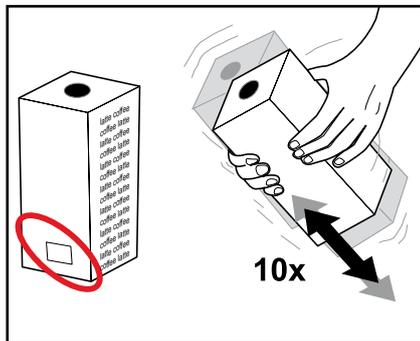

Fig. 18
Leia as indicações impressas no pacote de produto. Não use pacotes de produto danificados. Não use um pacote de produto com a data de validade vencida. (Fig. 18)
3. Agite o pacote de produto no mínimo 10 vezes. (Fig. 18)